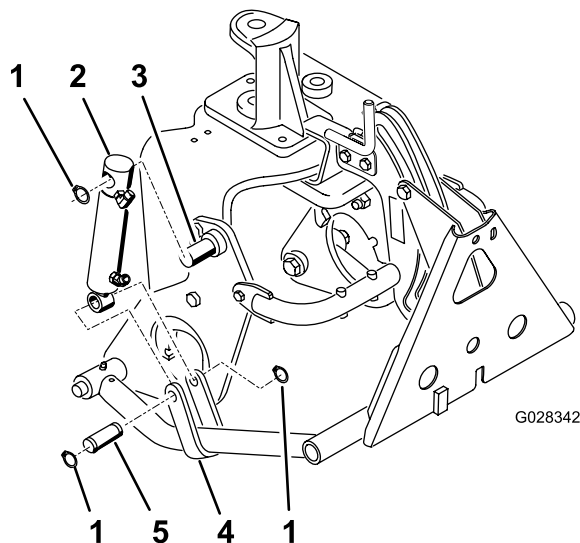

Figura 18
3. Monte a parte superior do barril do cilindro hidráulico no pino do lado direito da placa de arado com um anel de retenção (Figura 18).
4. Monte a barra cilíndrica na alça do braço de pressão com um pino e 2 anéis de retenção (Figura 18).